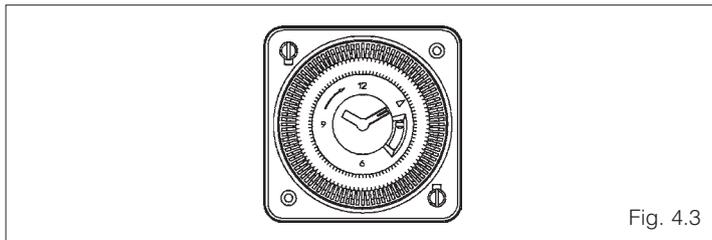

Fig. 4.3
- se l'impianto è dotato di orologio programmatore, verificare che sia "attivo" (fig. 4.3)